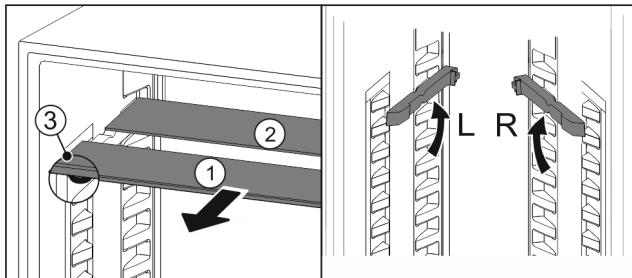

Fig. 78
- ▶ По одной извлеките Fig. 78 (1) стеклянные панели движением вперед.
- ▶ Стеклянная панель Fig. 78 (1) с декоративной планкой лежит спереди.
- ▶ Стопоры Fig. 78 (3) показывают вниз.